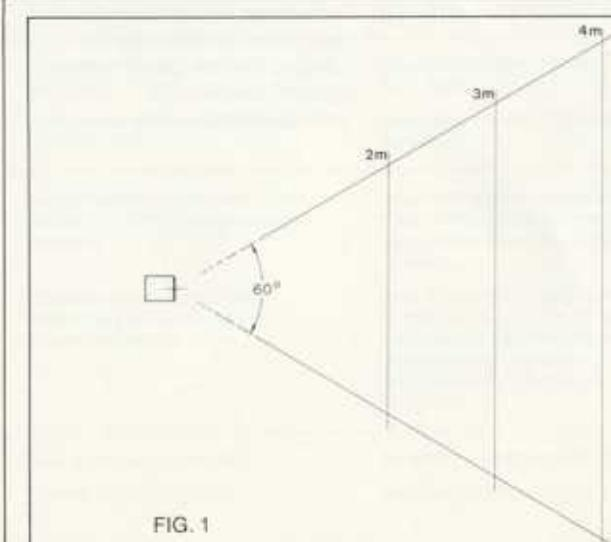
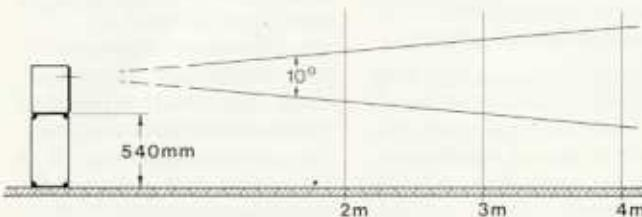

FIG. 1
FIG. 2
- 1 B&W loudspeakers fall into two categories: the smaller models which have no integral stand (often described as bookshelf loudspeakers) or the larger models where a stand is integral with the enclosure design (generally referred to as floor standing models). In the case of loudspeakers which do not have an integral stand there is a B&W purpose-designed accessory which will mount the loudspeaker at the correct listening height. However, should you wish to locate your loudspeakers on existing furniture please ensure that the height of the loudspeaker corresponds fairly closely to the information given in fig. 2.
- 2 Bei allen B&W Erzeugnissen wurde bei der Gestaltung der Chassis und Frequenzweichen bewusst darauf geachtet, dass die horizontale Streuung breiter ist als die vertikale. Dies gibt dem Hörer eine grössere Freiheit bei der Wahl seiner Sitzposition für den optimalen Erhalt der Stereo-information. Fig. 1 + Fig. 2.
In het geval waar geen voet is leverd, is er een door B&W ontworpen stand die de luidspreker op de juiste hoogte laat staan. Indien U de luidsprekers in een meubel wil plaatsen, houdt u rekening met de informatie in fig. 2.
1. Les enceintes B&W peuvent se classer en deux catégories: celle des enceintes de petite taille qui sont vendues sans pied et celle des grandes enceintes dont le pied est intégré et fait partie du "design" de l'ensemble. Pour les petites enceintes, B&W a prévu un pied dans les accessoires qui permet d'obtenir une bonne hauteur d'écoute. Si vous utilisez le mobilier existant, assurez-vous que la hauteur correspond aux indications données par la fig. 2.
2. Dans toutes les enceintes B&W, la position des haut-parleurs a été calculée pour que la dispersion des sons soit meilleure dans le plan horizontal que vertical. Cela pour vous assurer une plus grande liberté de mouvement quand vous écoutez de la musique en stéréophonie. Fig. 1 et 2.
2. In tutta la produzione B&W si è fatto in modo, durante la costruzione del telaio e del deviatore di frequenze, che la diffusione orizzontale sia più larga di quella verticale. Questo concede all'ascoltatore una maggiore libertà nella scelta della posizione di ascolto ottimale per la ricezione della informazioni stereofoniche fig. 1 e fig. 2.